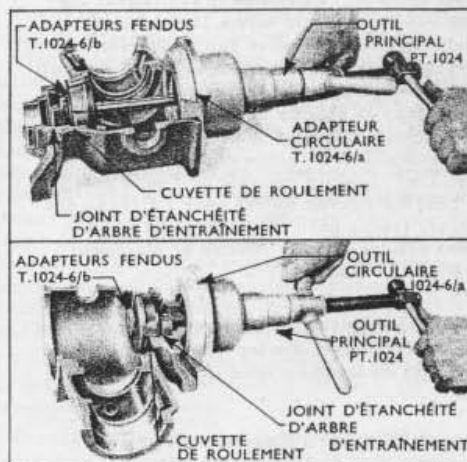

Fig. 12
11. Pour extraire la cuvette du grand roulement d'arbre d'entraînement de l'alésage qu'elle occupe dans le carter, on utilise l'outil principal PT. 1024 équipé de l'adaptateur circulaire d'aluminium T. 1024-6/a, après avoir placé les adaptateurs fendus T. 1024-6/b dans la cuvette de roulement. Positionner l'outil, le grand écrou à oreilles étant contre la poignée de l'outil et l'écrou moleté étant retiré de l'extrémité du renflement central de l'outil; de cette façon, l'adaptateur circulaire d'aluminium se trouve dans l'ouverture du couvercle de carter et la partie centrale de l'outil, traversant l'alésage des adaptateurs fendus qui se trouvent dans la cuvette de roulement, ressort dans l'alésage du carter. Remonter l'écrou moleté à l'extrémité de la partie renflée centrale de l'outil, tirer la partie centrale de l'outil pour faire pénétrer l'écrou moleté dans l'alésage des adaptateurs fendus puis visser le grand écrou à oreilles pour extraire la cuvette de roulement (voir FIG. 12 - Haut).
moleté qui se trouve à l'extrémité du renflement centrale de l'outil. Retirer la partie centrale du corps de l'outil, ce qui amène la cuvette de roulement à l'entrée de son alésage; visser le grand écrou à oreilles pour positionner la cuvette dans son logement de telle sorte qu'elle s'appuie contre l'épaule de l'alésage (voir FIG. 12 - Bas).